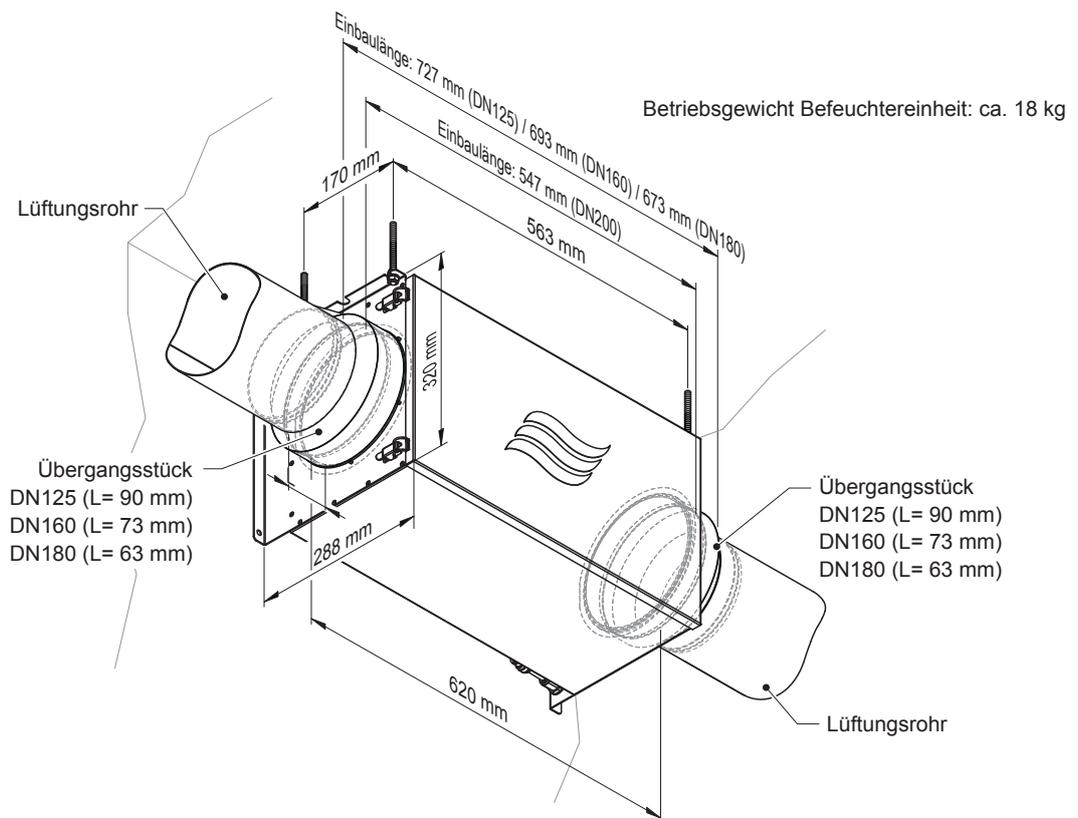
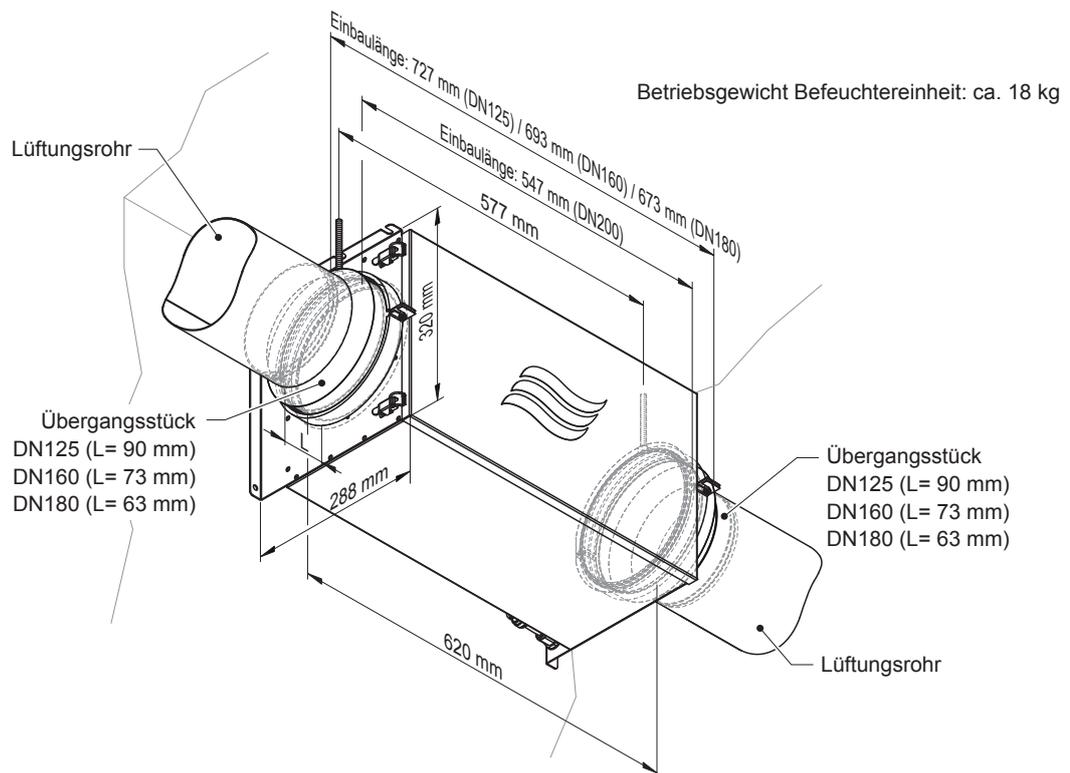
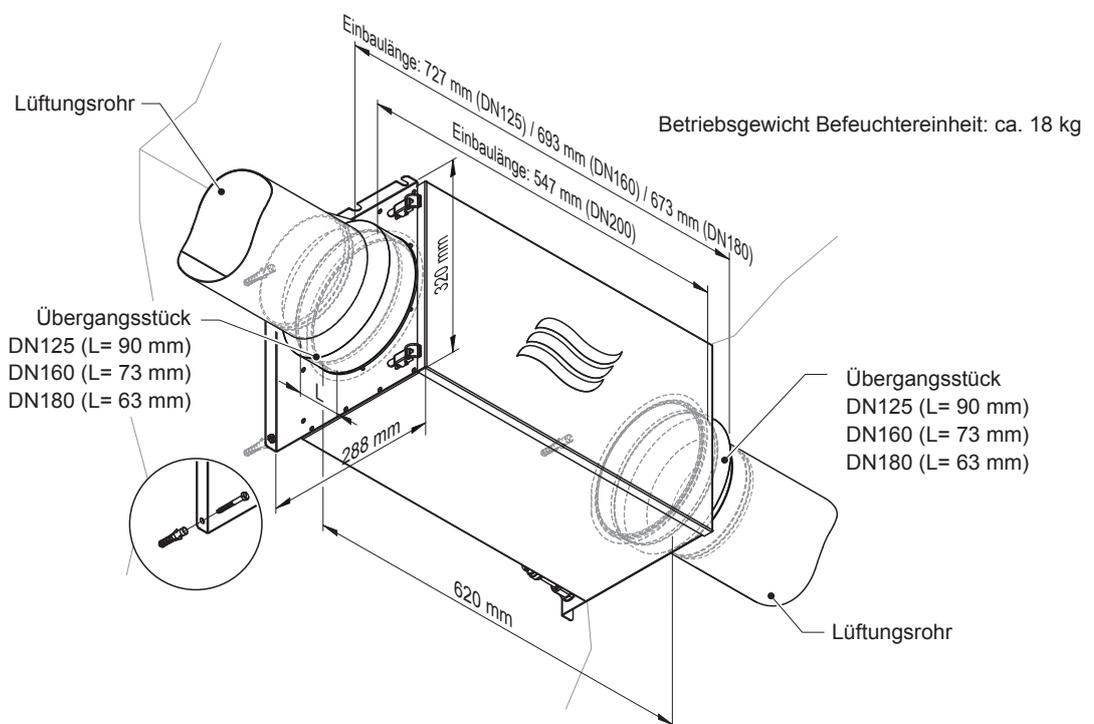

Abb. 3: Masse Deckenmontage mit Gewindestangen
Abb. 4: Masse Deckenmontage mit Rohrschellen
Abb. 5: Masse Wandmontage
- Die Decke/Wand an der die Befeuchtereinheit bzw. die Hydraulikeinheit montiert wird, muss eine ausreichende Tragfähigkeit aufweisen und für die Befestigung geeignet sein (siehe Abb. 3, Abb. 4 und Abb. 5).
Deckenmontage mit Gewindestangen: Die Befeuchtereinheit wird mit vier Gewindestangen und Muttern an der Decke befestigt (siehe Abb. 3). Das Befestigungsmaterial ist nicht im Lieferumfang enthalten.
Alternative Deckenmontage mit Rohrschellen: Die Befeuchtereinheit wird mit zwei Rohrschellen ø200 mm an der Decke befestigt (siehe Abb. 4). Das Befestigungsmaterial ist nicht im Lieferumfang enthalten.
Wandmontage: Die Befeuchtereinheit wird mit 4 Dübeln und Schrauben (mitgeliefert) an der Wand befestigt (siehe Abb. 4).